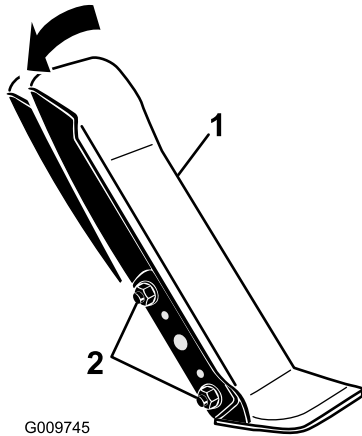

Figura 80
1. Allentare i 2 dadi e bulloni che fissano il lato sinistro del pedale di trazione alla staffa (Figura 80).
2. Inclinate il pedale nell'angolazione desiderata e stringete i dadi (Figura 80).